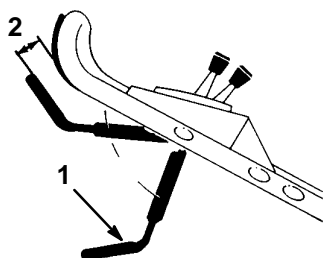

Figure 8
2. Abaisser la barre de commande le plus bas possible (Fig. 8).